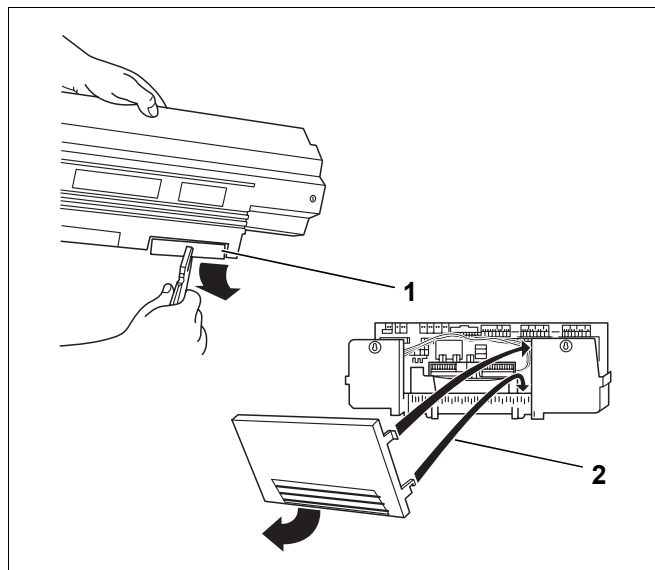

Fig. 61 Preparare il passaggio cavi
- Rompere i segmenti amovibili (fig. 61, [1]), se necessario, nel pannello posteriore del passaggio cavi (Logamatic 33xx) ev. togliere il lamierino del pannello posteriore (Logamatic 43xx) (fig. 61, [2]).
- Agganciare l'elemento di pannello posteriore (Logamatic 43xx) nel listello di cablaggio con il gancio inferiore e premere nella parte superiore finché i ganci laterali non sono scattati in posizione (fig. 61, [2]).